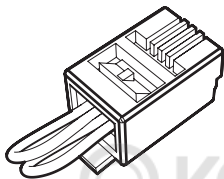

Рис. 5. Терминатор концевой
5. При штатном (последовательном) подключении датчиков протечки воды в выходной разъем последнего в цепи датчика должен быть установлен терминальный разъем (рисунок 5, 6)